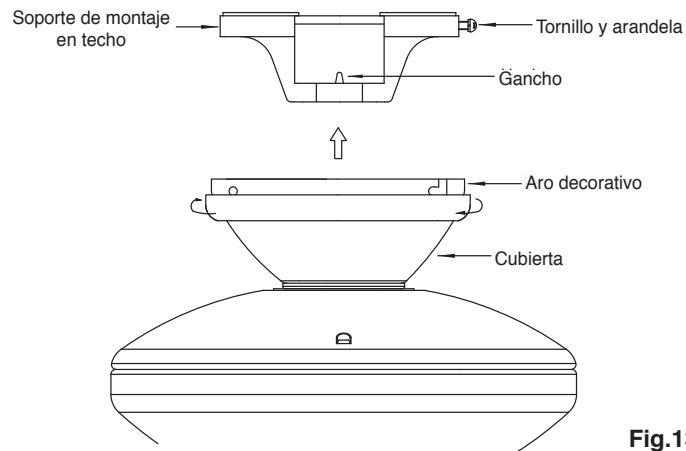

Fig.13
**Paso 3.** Asegúrate de que los tornillos de montaje están apretados. (Fig. 13)